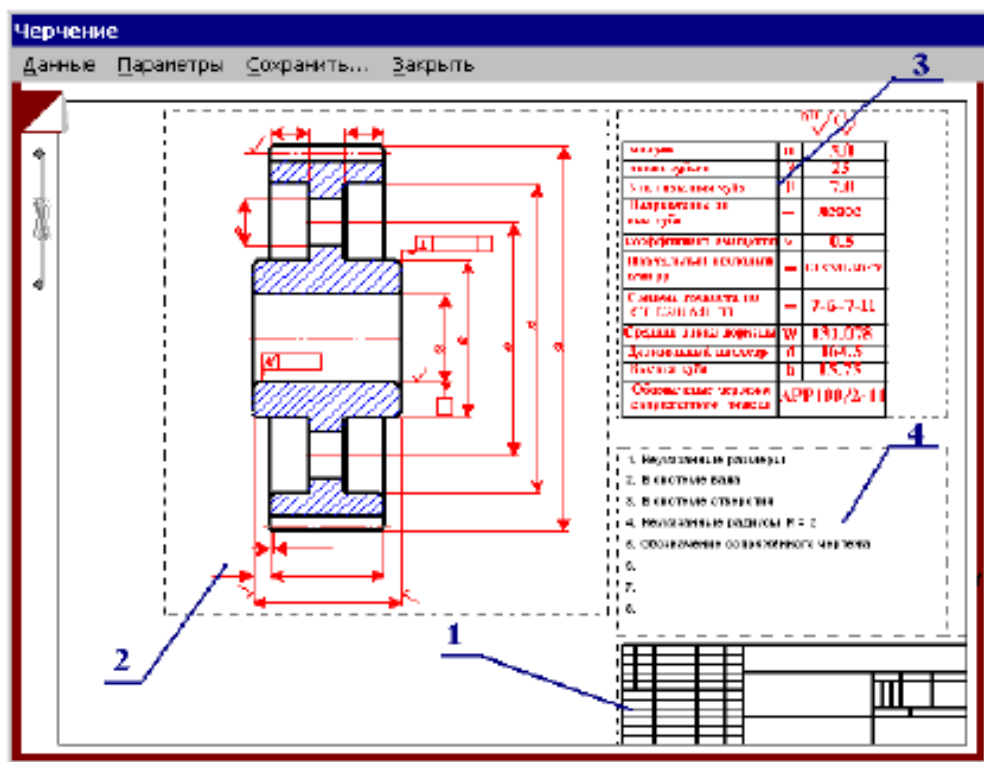

Рисунок 1.34 Главное окно подсистемы генерации чертежей
1. Выбрать опцию Черчение в диалоговом окне выбора результатов (рисунок 1.34).